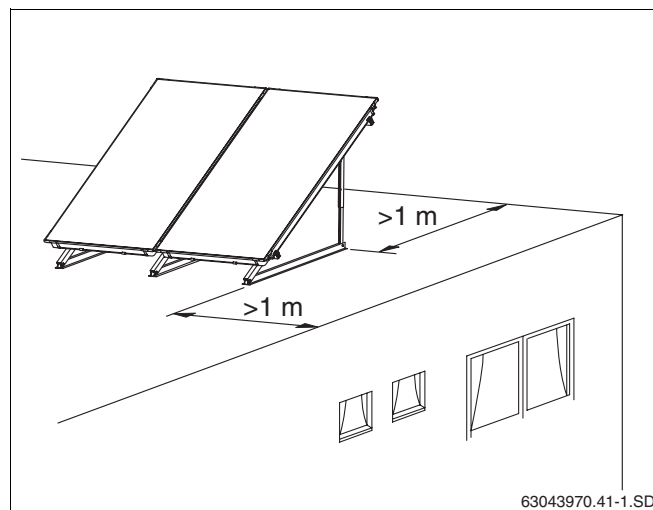

Bild 15 Avstånd från takkanten
- ▶ Se före monteringen till att minst en meters avstånd lämnas mellan plantaksstativen och plantakets kant (bild 15).